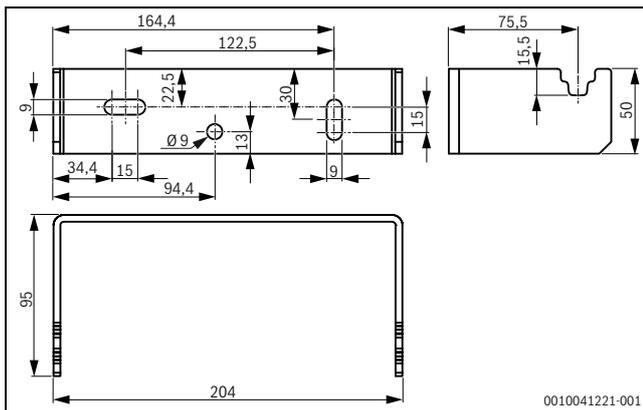

Fig. 13 Dimensions du support mural
- ▶ Perforer trois trous pour le support mural à l'emplacement approprié et insérer les chevilles (→ fig. 13 et 14).